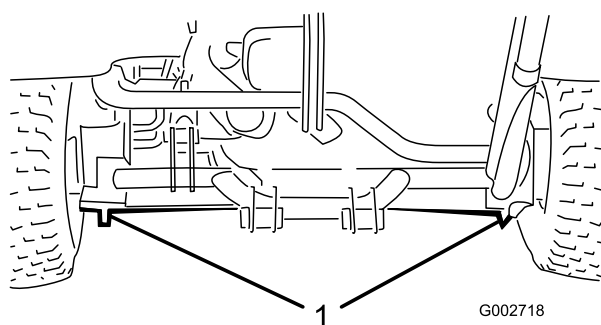

Figura 19
- Lato sinistro o destro-sotto il motore delle ruote posteriori o il telaio (Figura 19).